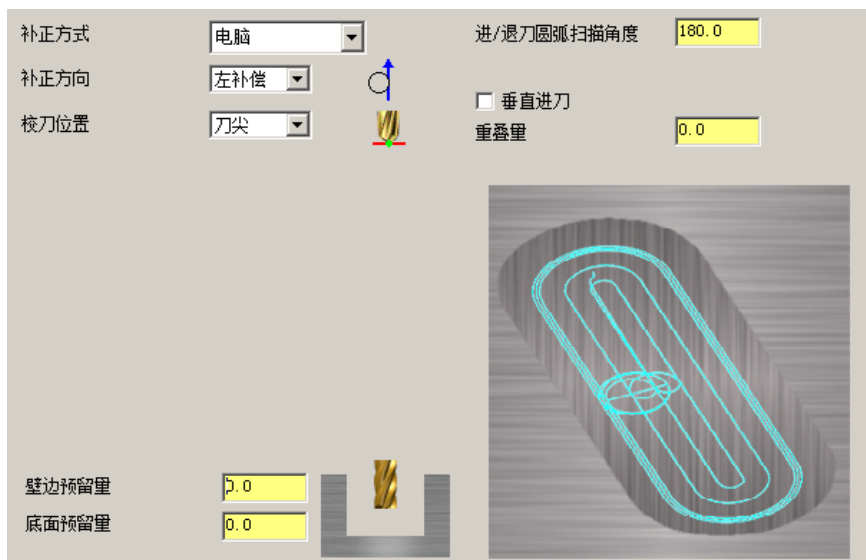

图 9.7.18 “切削参数”设置界面
Step1. 设置切削参数。在“2D 刀具路径 - 铣槽”对话框左侧的节点列表中，单击 **切削参数** 节点，设置图 9.7.18 所示的参数。